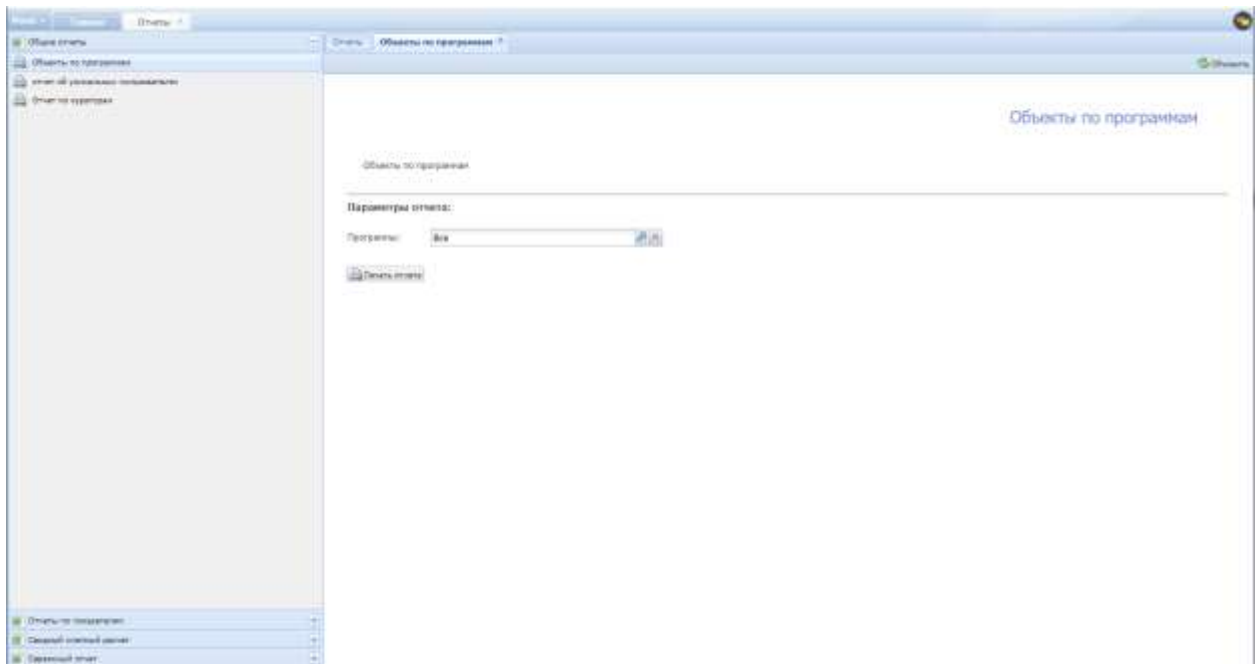

Рис. 326. Окно заполнения и выбора параметров отчета
- нажать на кнопку «Печать отчета» (Рис. 326).